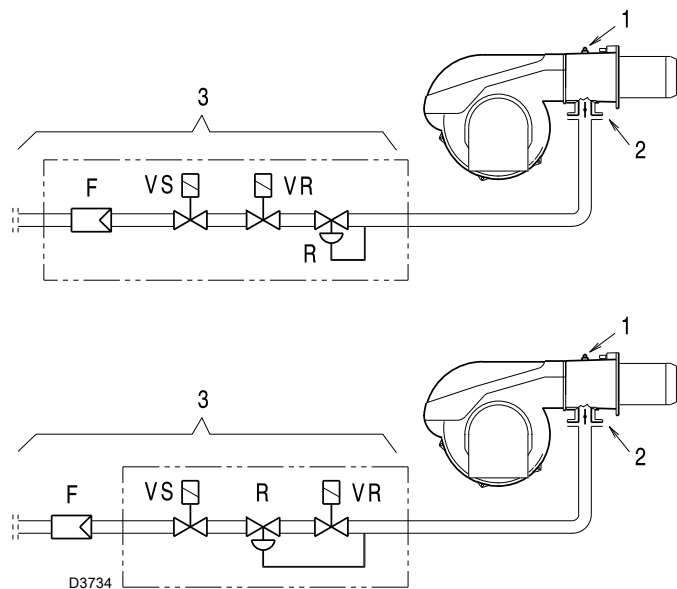

图 23
测试点 1)(图 23) 处测得的燃气压力，此时：
燃气蝶阀 2)(图 23) 处的压力损失，此时蝶阀最大开启角度为：90°。
- 用测试点 1)(图 23) 测得的燃气压力减去炉膛背压。
测试点 1)(图 23) 处燃气压力 = 11.7 mbar
计算测试点 1)(图 23) 处所需燃气压力，将燃烧器以最大出力运行：
- 读出右边栏 1 所示测试点 1) (图 23)。
测试点 1)(图 23) 处所需压力。